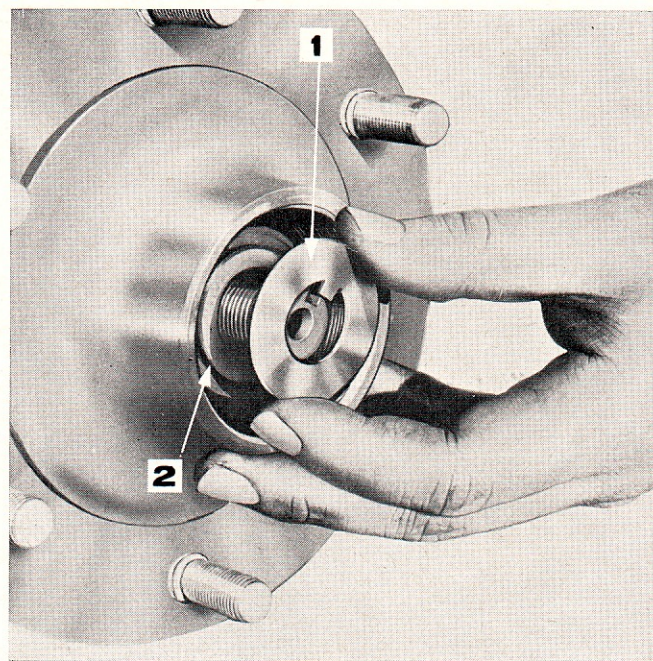

Figure 16: Pose de la rondelle de retenue du moyeu avant
10. Poser la rondelle de retenue de moyeu sur la fusée en plaçant la languette dans la rainure, figure 16.